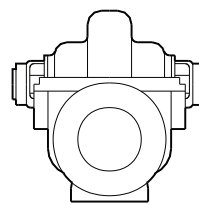

Рис. 6 Насос HS со свободным концом вала
3. Насос со свободным концом вала, т.е. без электродвигателя и без рамы-основания (см. рис. 6).